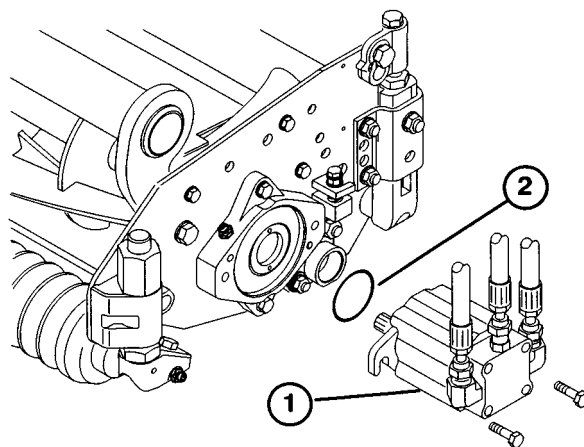

図 6
13. リールモータを各カuttingユニットの駆動側に装着し、付属のキャップスクリュ2本で固定する(図6)